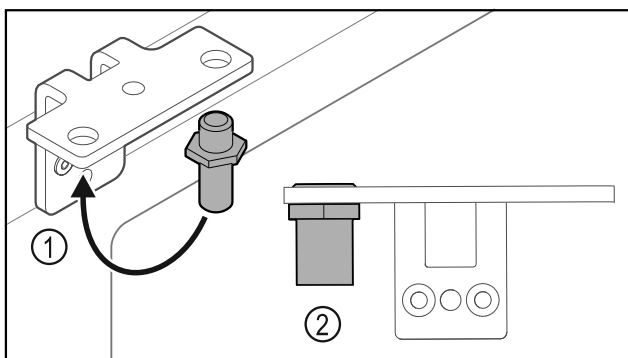

Fig. 32
- Paigutage polt Fig. 32 (1) šarniirnergikus ümber.
- Pingutage polt Fig. 32 (2) **pöördemomendiga 12 Nm** kinni.